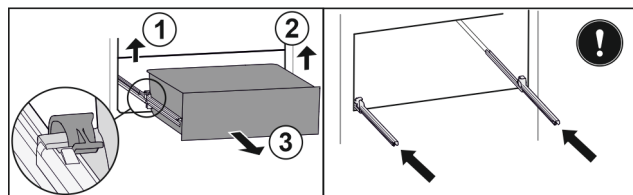

Fig. 167
- Sollevare il morsetto sinistro e allo stesso tempo tirare in avanti il cassetto sinistro. Fig. 167 (1)
- Sollevare il morsetto destro e allo stesso tempo tirare in avanti il cassetto destro. Fig. 167 (2)
- Rimuovere il cassetto tirandolo in avanti. Fig. 167 (3)